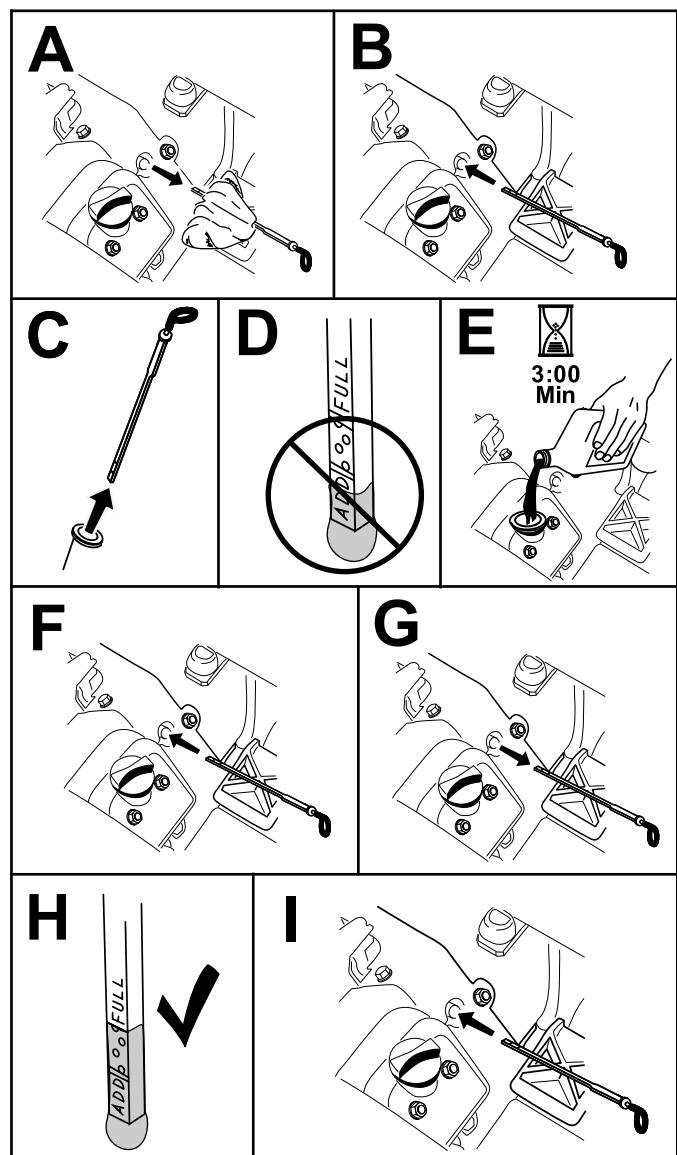

Figura 25
5. Volte a colocar a vareta no tubo e verifique se está completamente introduzida. Retire a vareta do tubo e verifique o nível de óleo. Se o nível de óleo estiver baixo, retire o tampão de enchimento da cobertura da válvula e lentamente adicione quantidade suficiente do óleo especificado para elevar o nível de óleo até à marca Cheio, na vareta (Figura 25).